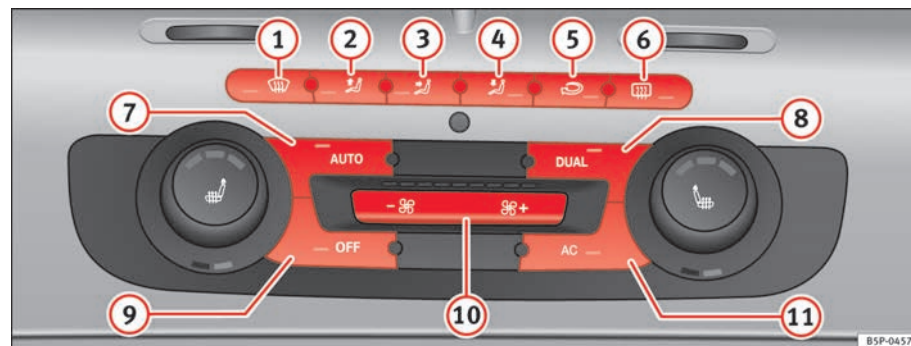

Fig. 134 Mandos del 2C-Climatronic en el tablero de instrumentos.
- Para activar el modo manual pulse una de las teclas ⇒ página 170, fig. 134 ① al ⑤, o pulse las teclas de la turbina ⑩. La función seleccionada aparecerá en el display de la radio o del navegador.
- Pulse la tecla  ⇒ página 170, fig. 134 ② para conectar o desconectar la recirculación de aire. Está conectada si en el display aparece el símbolo .